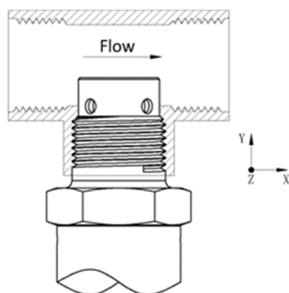

图 3. 安装方式(2)
- 电极端位于水流底部，不易空气聚集。但值得注意的是，这种安装方式应避免电极伸得太短而形成死区，图 3。